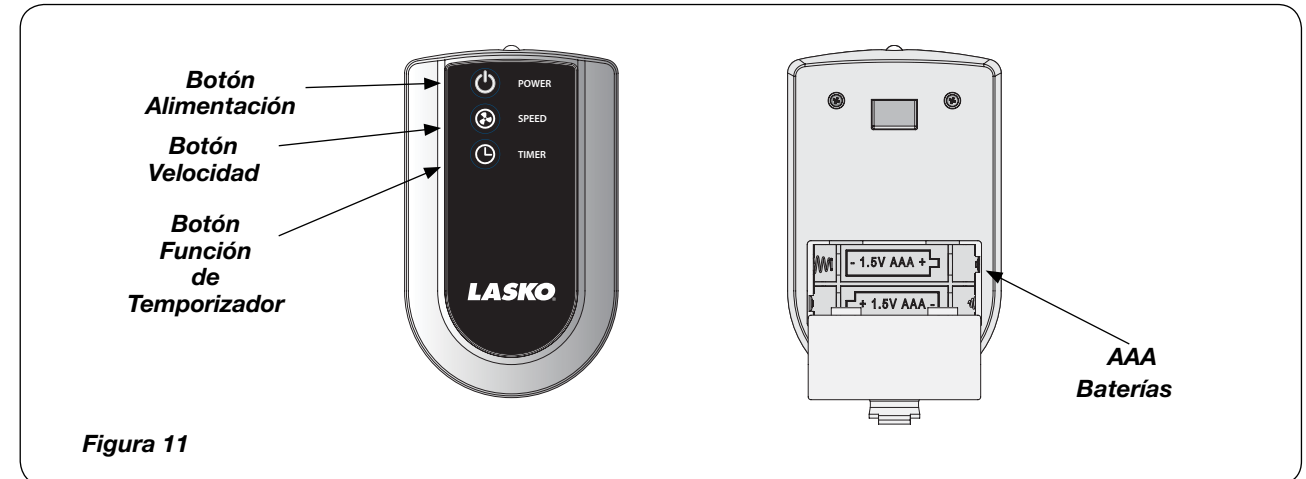
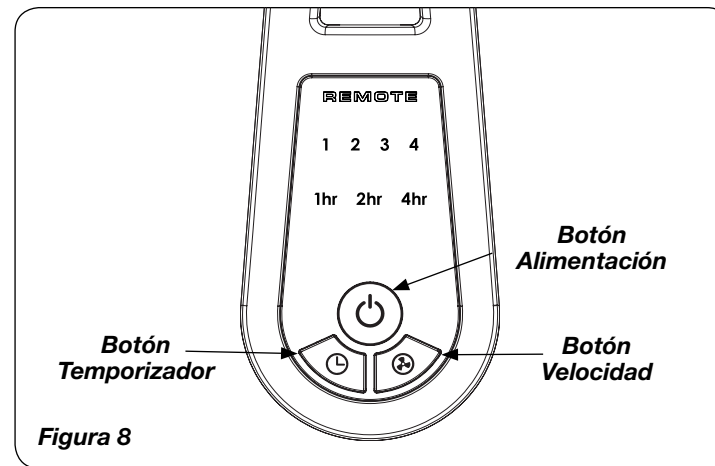

Figura 11
Figura 8
1. Instale la baterías suministró como mostrado en la *Figura 11*. La batería es el tipo "AAA".
Este Ventilador puede hacerse funcionar mediante los Controles Manuales ubicados en la parte superior de la unidad (como se muestra en la **Figura 8**) o con el Control Remoto (se muestra en la **Figura 11**).